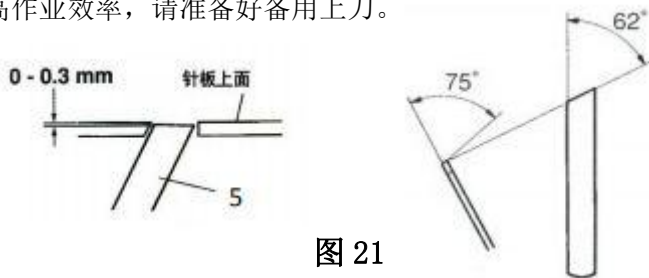

图 21
3. 将上刀 4 的刀中央 (A) 点对准与下刀 5 的刀中央部相交叉的位置 (请参照图 21)，松动螺丝 1，确认上刀和下刀没有间隙之后，拧紧螺丝 1。
1. 下刀的研磨方法（图 21）